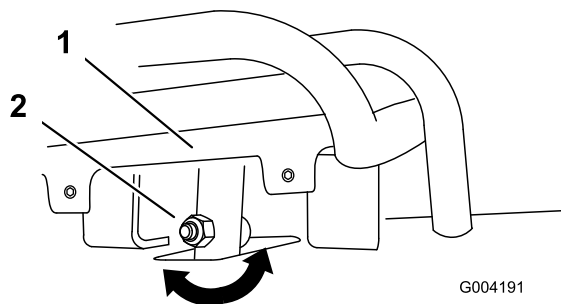
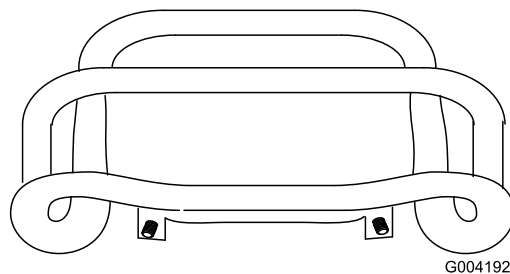

Bild 52
Bild 53
4. Wenn die Vorderseite des Fahrtriebs nicht bündig und gleichmäßig am Anschlagbügel bleibt, lösen Sie die Bundmutter und die Schraube im Schaft des Fahrtriebs (Bild 52).
5. Stellen Sie den Fahrtrieb so ein, dass er bündig am Anschlagbügel bleibt, wenn er gerade nach hinten gezogen wird (Bild 52 und Bild 53).